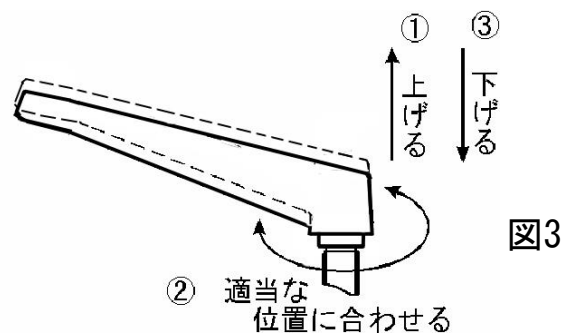

図3
- ・角度切りを行う場合は固定バイスの 3 箇所クランプレバーをそれぞれ緩めてください。切断ハンドルを利用して円テーブルを回転させ、切断したい角度に指針の位置を合わせてください。角度調整後、緩めたクランプレバーを確実に締めてください。クランプレバーの位置が合わない場合には図 3 を参照し、調整してください。